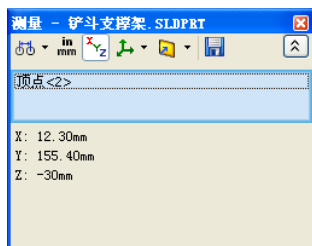

图 8-14 测量距离的“测量-XX”对话框
(3) 测量距离。测量距离主要用来测量两点、两条边和两面之间的距离。单击如图 8-12 所示的点 1 和点 2，在“测量”对话框中便会显示所选两点的绝对距离以及 X、Y 和 Z 坐标的差值，如图 8-14 所示。